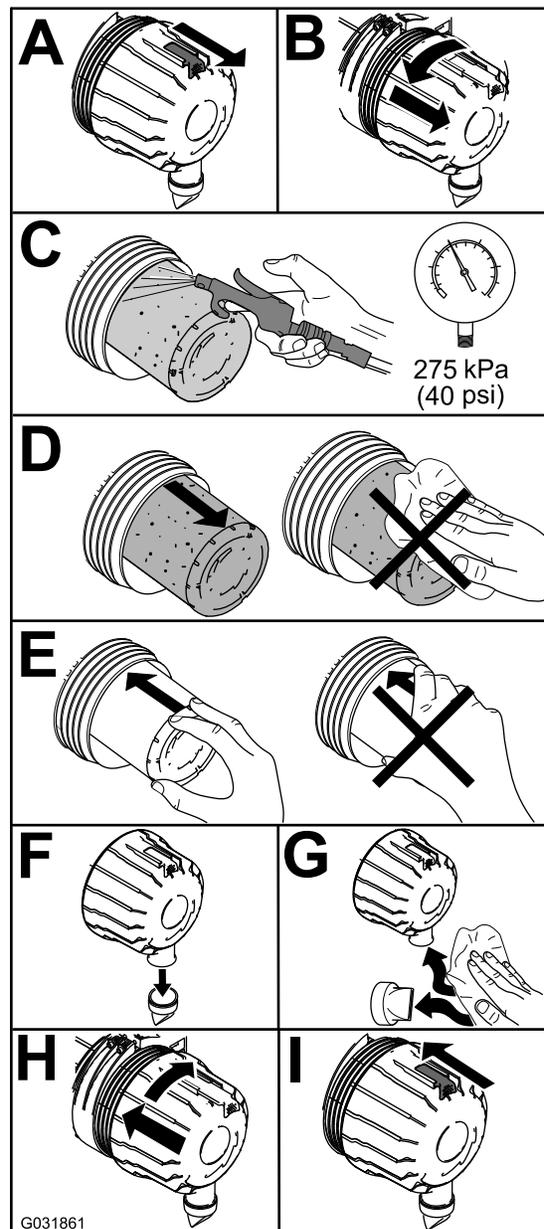

Figura 45
1. Cambie el elemento primario del limpiador de aire (Figura 45).